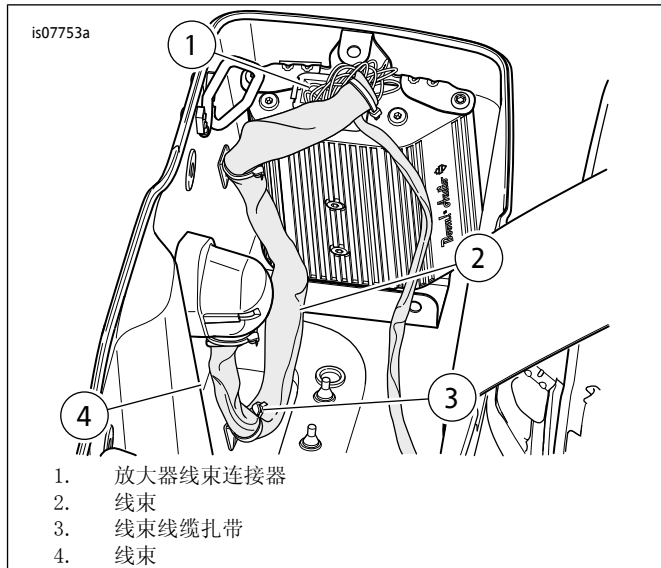

图9. 布设内部线束
15. 参见图9。将边箱线束连接器[149]插接到放大器顶部。在左侧边箱内侧布设边箱侧线束。沿线束路径使用50%异丙醇和50%蒸馏水的混合剂对边箱内底部表面和侧表面进行清洁。使用线缆扎带和底座进行固定，如图所示。